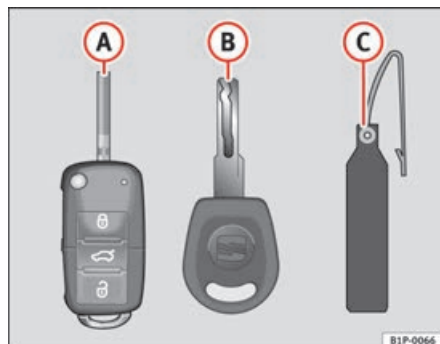

Fig. 63 Set di chiavi
- una chiave a scatto con telecomando ⇒ fig. 63 **A**,
Il codice indicato sulla targhetta ⇒ fig. 63 **B** è indispensabile per poter fare duplicati delle chiavi. Per questo motivo:
- Utilizzare le due chiavi in dotazione con il veicolo ⇒ pag. 101, fig. 63, la chiave provvista di trasmettitore  e la chiave convenzionale .